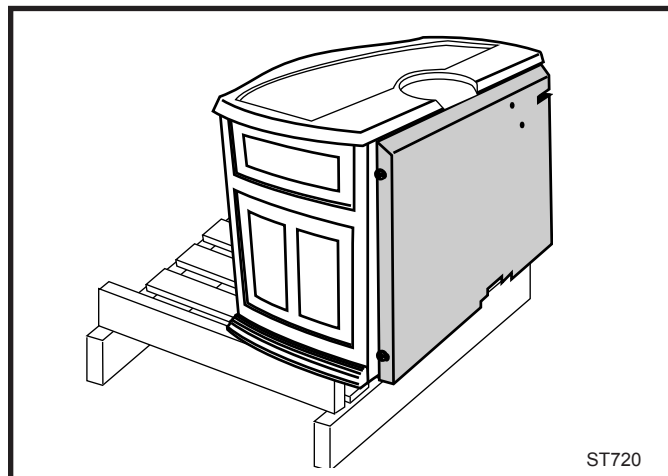

Fig. 13 Faites glisser l'appareil vers l'arrière, juste assez loin pour accéder aux trous des pattes arrière.
1. Faites glisser l'appareil vers l'arrière de la palette juste assez loin pour accéder aux trous des pattes arrière en veillant à ce qu'il ne bascule pas vers l'arrière. (Fig. 13)